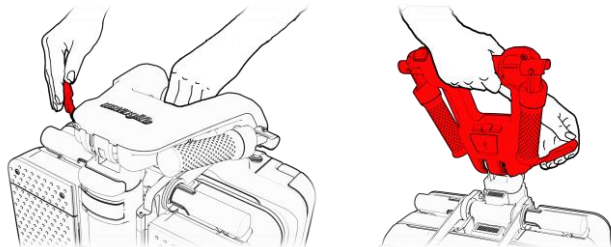

Figura 4
2. Suelte la palanca de ajuste del manillar (consulte la Figura 4, paso 1) y lleve el manillar a una posición vertical (consulte la Figura 4, paso 2), luego vuelva a colocar la palanca en su posición fija (consulte la Figura 4, paso 3).